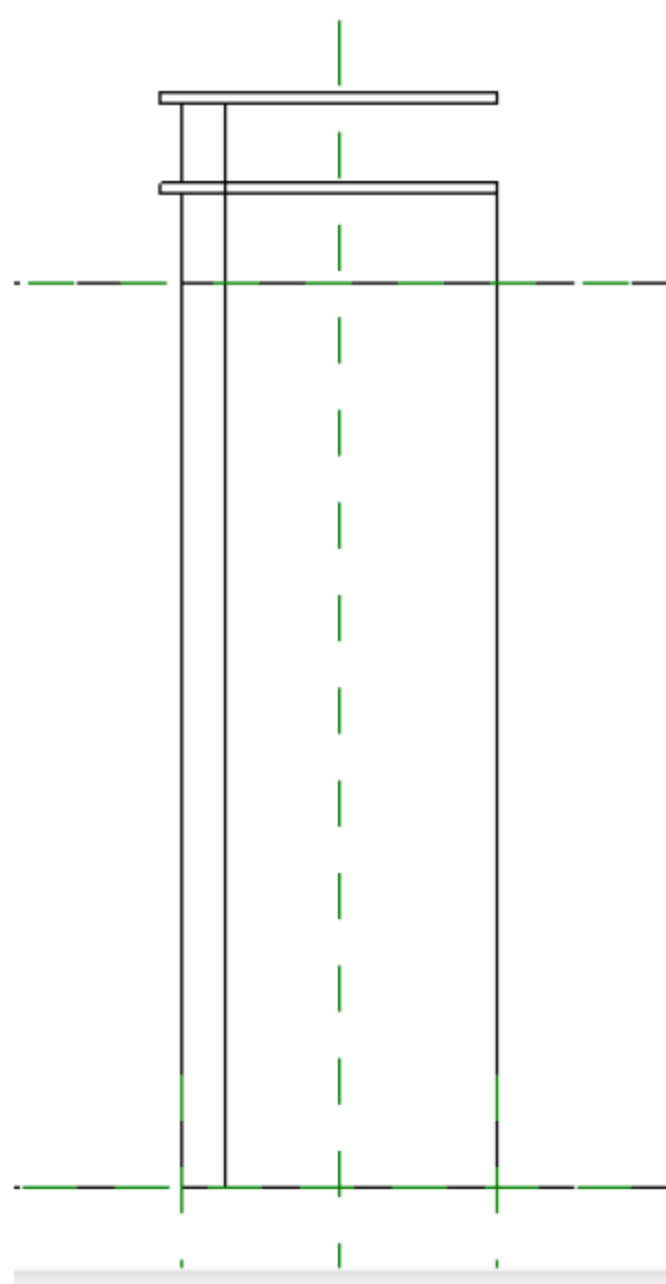
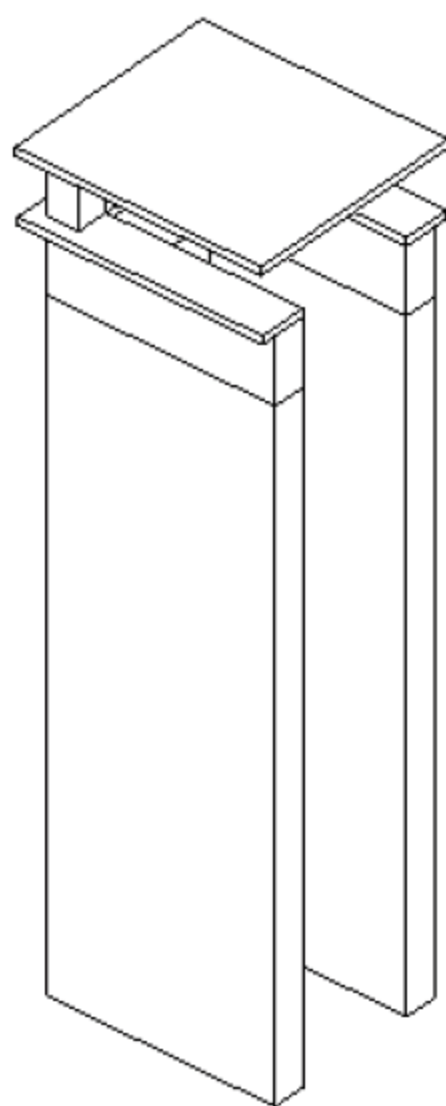

图 12.3.64 完成锁定
图 12.3.65 3D 效果图
(23) 完成锁定，如图 12.3.64 所示，3D 效果如图 12.3.65 所示。